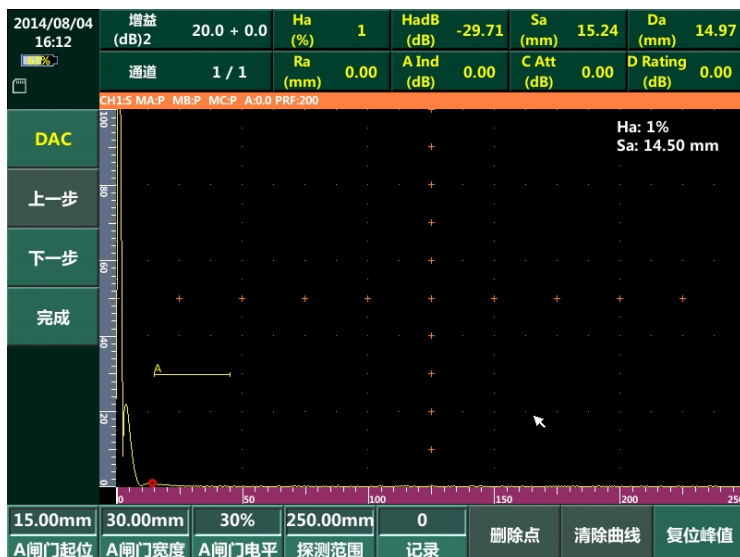

图 2-26 DAC 向导界面
- 1) 在通用超声界面下选择“DAC”进入 DAC 曲线向导界面,如图 2-26 所示。